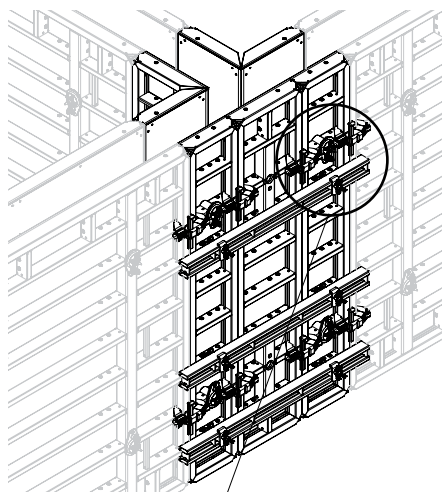

Fig. D4.02
5. Montare sul paramento contrapposto alla cassaforma a T gli allineatori MAR 170 (24) centrati rispetto alla parete trasversale. (Fig. D4.02+D4.04)